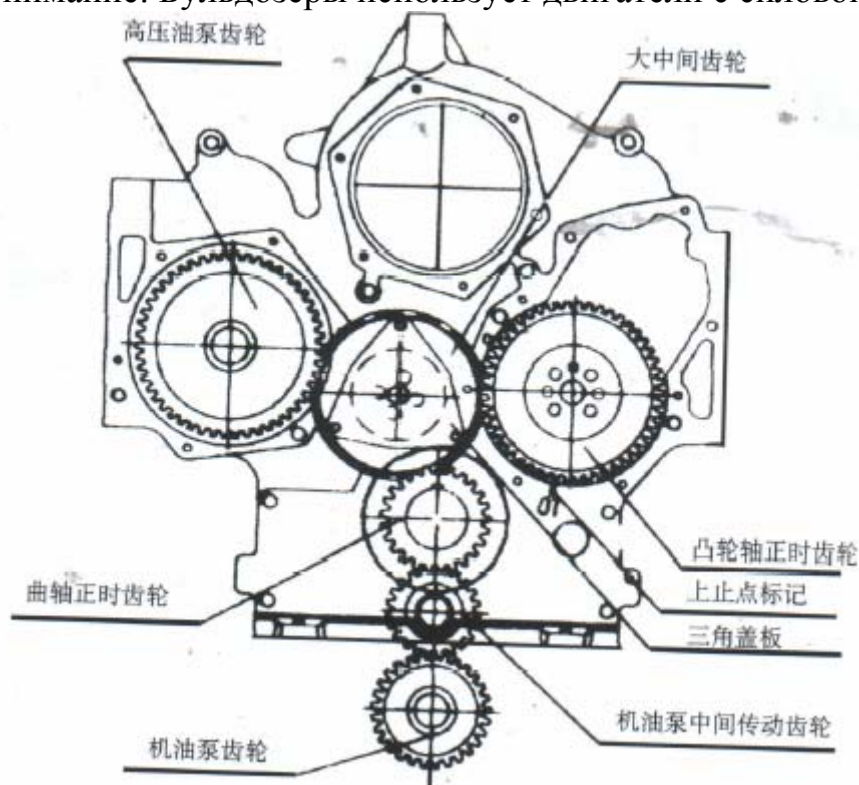

Рис. 16 Зубчатое колесо кулачкового вала
2. При вращении зубчатого вала кулачкового вала зазубрина на верху среднего зубчика должна совпадать с зазубриной ОТ полости зубчатой передачи, должен вращаться до установленной частоты вращения. (см. 1 главу бланка, рис.16)
3. Установка малого/большого среднего зубчатого колеса: установить в соответствии с установленной частотой вращения. Когда большое среднее зубчатое колесо одновременно не сцепляется с зубчатой передачей коленчатого вала и кулачкового вала, можно их ослабить (можно только ослабить). (см. рис. 16,17,18)